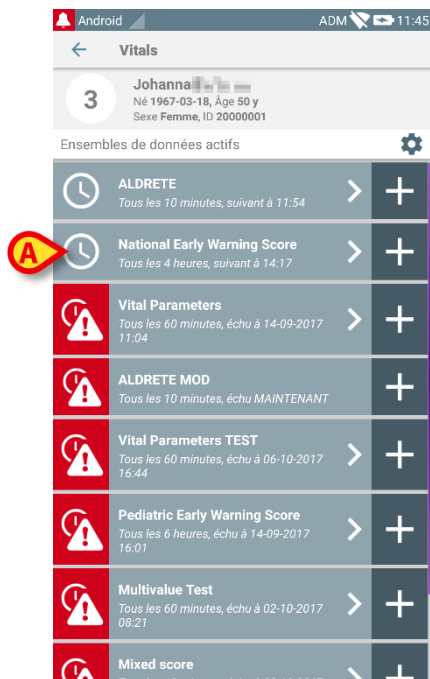

Fig 56
Pour modifier un ensemble de données existant, sur l'écran de la liste des ensembles de données (Fig 56),
- Sélectionner l'ensemble de données concerné (Fig 56 A, par exemple). Le résumé des ensembles de données acquis s'ouvrira (Fig 57).